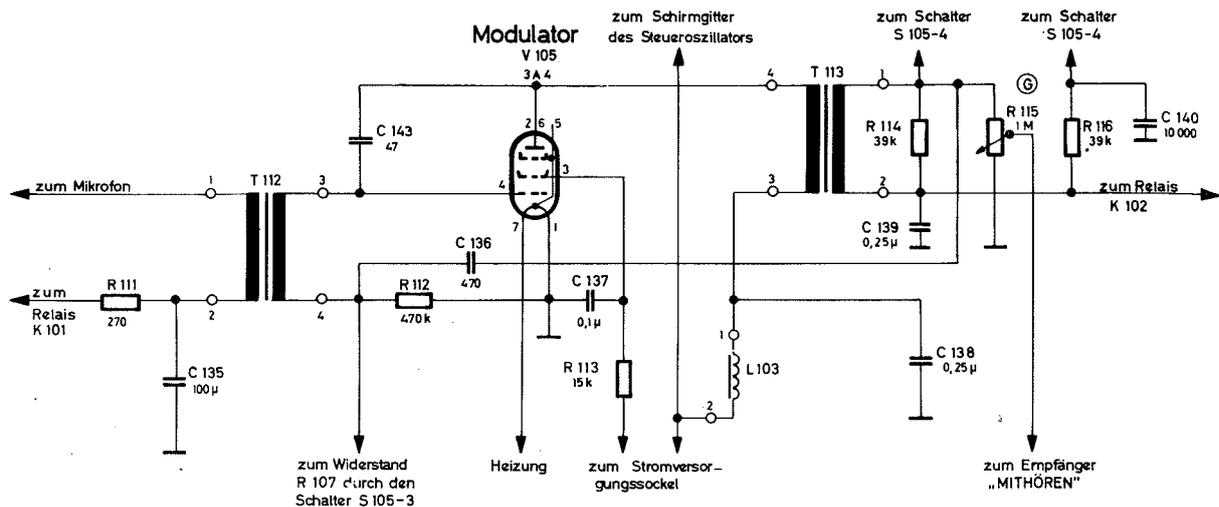

Bild 76 Modulationsstufe V 105
5.2.7 Modulationsstufe, Röhre V 105, Röhrentyp 3 A 4 (Bild 76)